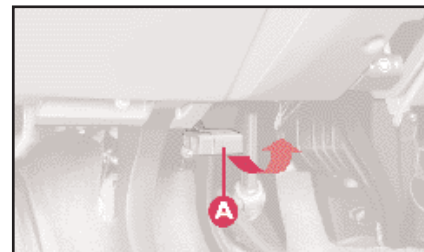

fig. 80
1) Tirare nel senso della freccia la leva **A** (fig. 80) (di colore rosso) volutamente posizionata contro la parete cruscotto per evitare manovre accidentali.